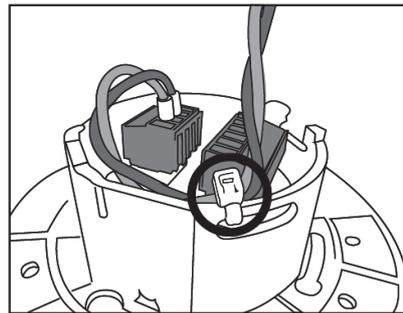

Abbildung 28: LDALI-MS2-BT/LDALI-MS4-BT Zugentlastung.
- Verwenden Sie Kabelbinder für eine angemessene Zugentlastung (siehe Abbildung 28).